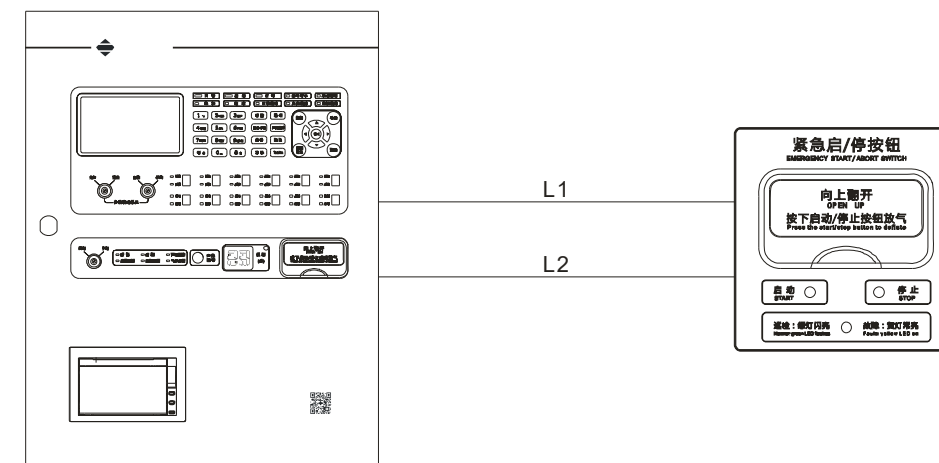

图 4
- 总线 L1、L2 的接线方式: 如图 4 所示, 将 JB-QBL-QM210 总线与 L1、L2 端子相连接, L1、L2 接线时不分极性